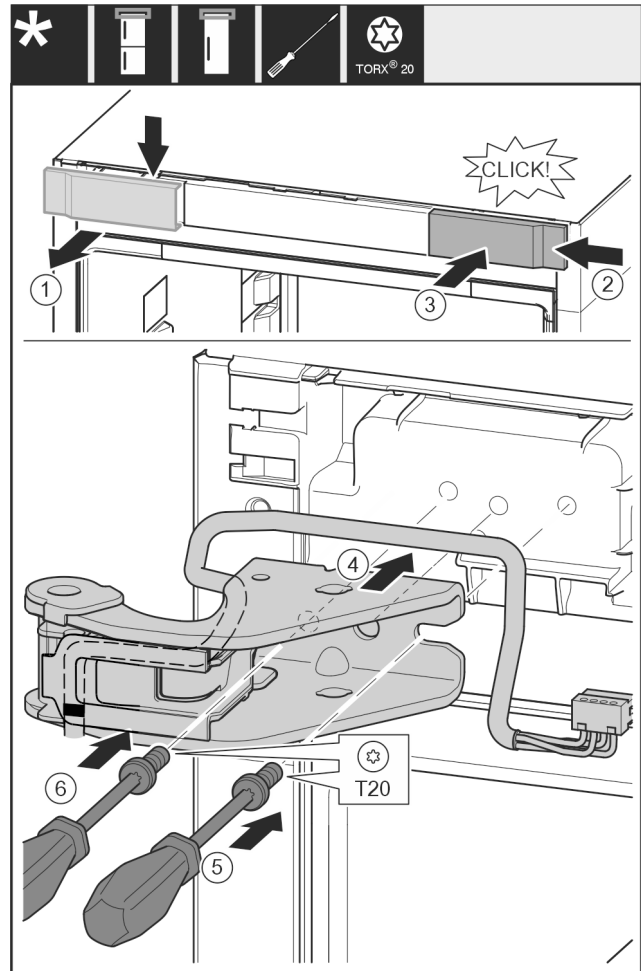

Fig. 22
- ▶ Tag afdækningen af oppefra og fremefter. Fig. 22 (1)
- ▶ Indsæt afdækningen på den anden side fra højre, drejet 180°. Fig. 22 (2)
- ▶ Lad afdækningen gå i indgreb. Fig. 22 (3)
- ▶ Påsæt det øverste hængsel. Fig. 22 (4)
- ▶ Påsæt skruen med en skruetrækker T20, og skru den fast. Fig. 22 (5)
- ▶ Indsæt skruen med en skruetrækker T20, og spænd den fast. Fig. 22 (6)